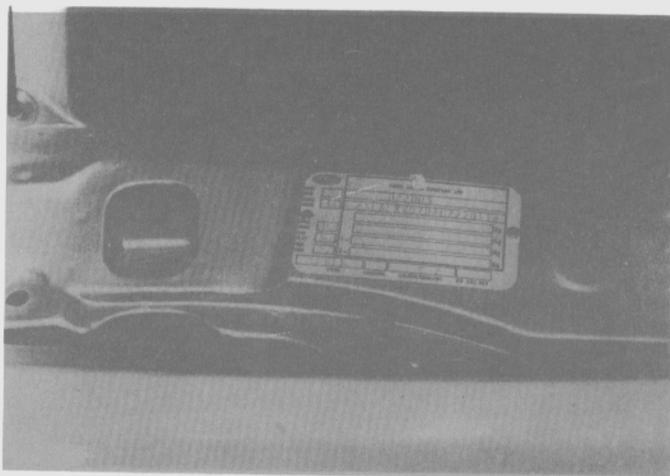

Fig. 101
- Extraer la placa de identificación del vehículo, taladrando los remaches (Fig. 101).